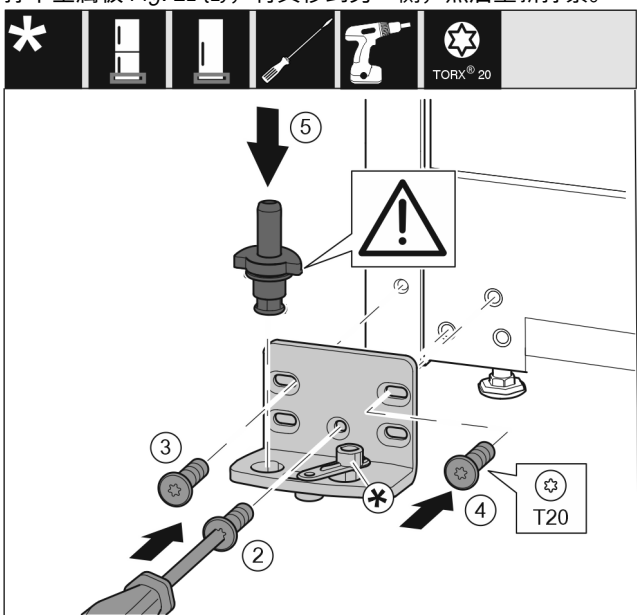

Fig. 22 \*
- ▶ 将托架安装到另一侧，并借助螺丝刀旋紧。用螺钉 Fig. 22 (2) 从底部的中心开始。\*
- ▶ 拧紧螺钉 Fig. 22 (3) 和螺钉 Fig. 22 (4)。\*
- ▶ 将轴承螺栓 Fig. 22 (5) 完全装入。同时注意止动凸轮需指向后方。\*
- ▶ 将托架安装到另一侧，并借助螺丝刀旋紧。用螺钉 (2) 从底部的中心开始。\*
- ▶ 拧紧螺钉 (3) 和螺钉 (4)。\*
- ▶ 将轴承螺栓 (5) 完全装入。同时注意止动凸轮需指向后方。\*